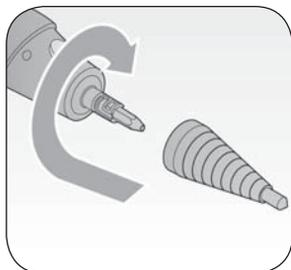

Fig. 4
Verlängerungsdüse (1) (Fig. 4)